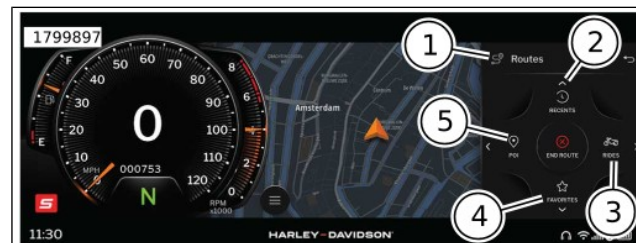

Abbildung 68. Zielloptionen
3. Siehe Abbildung 68. Das Textfeld (1), die Suche (2) oder die Sonderzielvorschläge (3) verwenden, um ein Ziel auszuwählen.